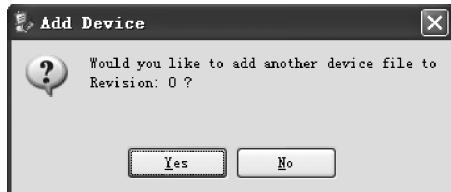

图 3.83 添加其他文件对话框
(12) 出现选择需要选换的比特流文件对话框界面。
①定位到当前的工作目录下: 对于 Verilog HDL 设计来说,目录为 D:\EDA\_Example\gate\_Verilog; 对于 VHDL 设计来说,目录为 D:\EDA\_Example\gate\_VHDL。②找到 gate.bit,表示该二进制配置文件将被进行格式转换,将来编程到 BPI Flash。③单击 Open 按钮。
(13) 如图 3.83 所示,出现 Add Device 对话框界面,询问是否添加另一个器件的文件,单击 No 按钮,表示不添加其他文件。
(14) 弹出一个对话框界面,单击 OK 按钮。